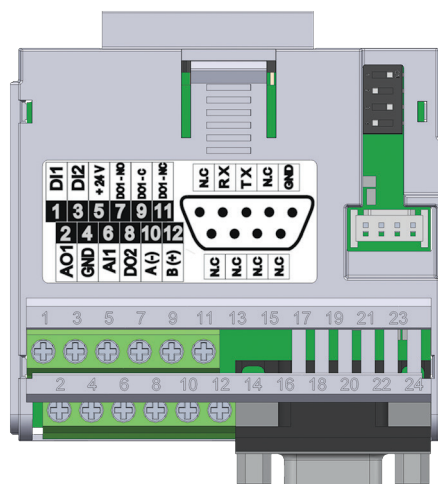

Рисунок 20.2: Подключаемый модуль CFW500-CRS232
Подключаемый модуль CFW500-CRS232 имеет интерфейс «Последовательный (1)», подключенный к порту RS-485 через контакты 10 (A-) и 12 (B+), а также «Последовательный (2)», подключенный к порту RS-232 через стандартный разъем DB9, см. Рисунок 20.2 на странице 20-1.